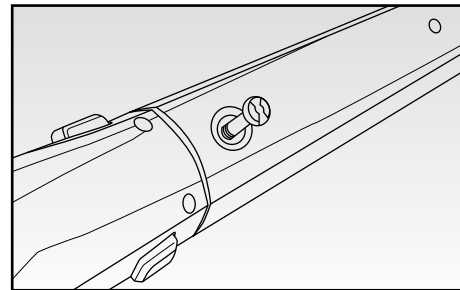

Fig. 3
- inserire la vite (S) in dotazione nell'apposito foro sul manico (B) e, con l'ausilio di un cacciavite, bloccare quest'ultimo saldamente (Fig. 3).